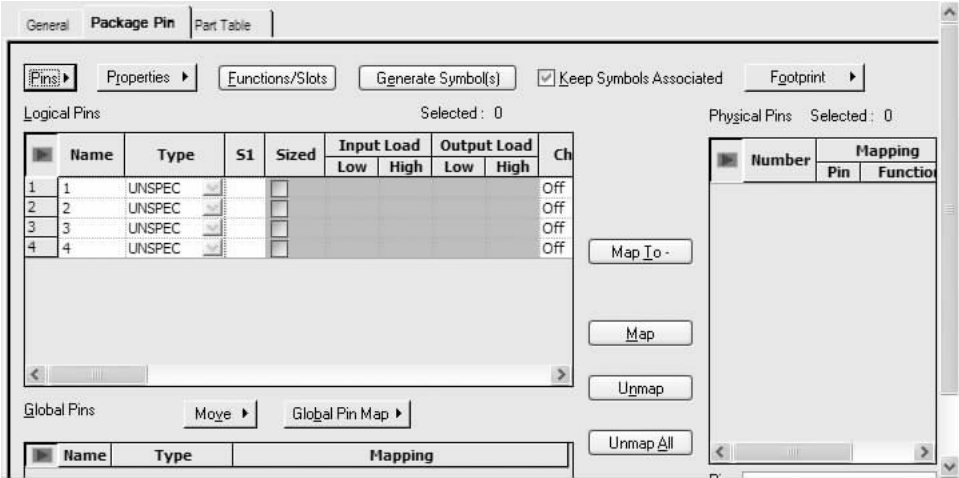

图 2-120 “Package Pin” 选项卡
18. 打开“Package Pin”选项卡，如图 2-120 所示。